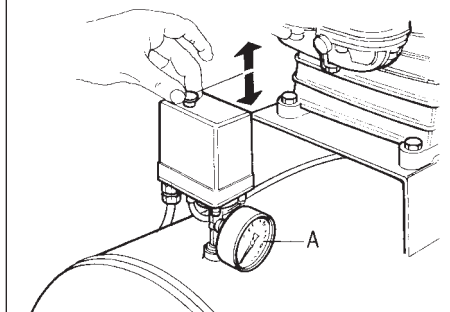
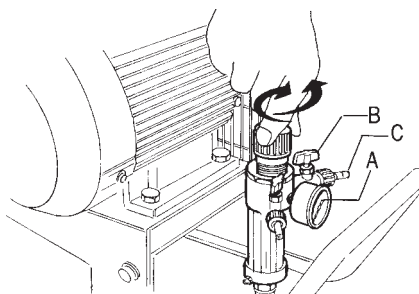

fig. 3
fig. 6
- veiller à ce que le bouton situé sur le pressostat (couleur rouge) se trouve en position de repos "OFF-0" (*figure 3*).
Pour démarrer le compresseur, appuyez sur le bouton jusqu'à la position "ON - 1" en tirant vers le haut (dans les moteurs triphasés veillez à ce que le sens de rotation du moteur corresponde au sens indiqué par la flèche). Pour arrêter le compresseur enfoncez le bouton jusqu'à la position d'arrêt "OFF - 0" (*figure 3*).
■ Dans les compresseurs équipés de régulateur de pression, programmez la pression souhaitée moyennant la poignée de réglage (figure 6) de la façon suivante: dans les compresseurs équipés de poignées avec possibilité de blocage au niveau de pression souhaité, il faut s'assurer que la poignée soit libre et non bloquée avant de commencer à la tourner
pour effectuer le réglage; dans le cas contraire, il faut la débloquer en la tirant vers le haut jusqu'à dépasser le cran qui la bloque. Les poignées de réglage augmentent la pression à la sortie lorsqu'on tourne dans le sens des aiguilles d'une montre alors qu'elles la réduisent quand on tourne dans le sens contraire. Dans les régulateurs équipés de robinets à pointeau, la fermeture ou l'ouverture de l'air ne doivent absolument pas avoir lieu moyennant l'emploi de pinces ou d'autres outils sur la vanne papillon du robinet puisqu'elles pourraient provoquer la rupture du papillon B (figure 6). Dans des conditions normales, la tenue du robinet est obtenue sans aucun effort particulier. Il y a deux groupes de régulateurs de pression, dont la pression maximum d'exercice correspond à 8 et à 10 bar. Des pressions plus élevées ne permettent pas un fonctionnement correct. La valeur de la pression d'exercice sera affichée sur le manomètre A (figure 6), alors que la pression intérieure du réservoir sera affichée sur le manomètre A (figure 3).
- Raccorder au robinet C de sortie de l'air (figure 6) le tuyau de l'outil que l'on souhaite utiliser et l'ouvrir. Fermer le robinet après avoir utilisé le compresseur.